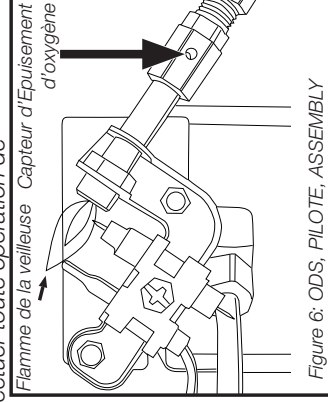

Figure 6: ODS, PILOTE, ASSEMBLY
LES PRECAUTIONS DEVANT ETRE PRISES LORSQUE L'APPAREIL NE DOIT PAS ETRE UTILISE POUR UNE CERTAINE PERIODE: Gardez toujours la zone de l'appareil claire et libre de matériaux combustibles, essence et autres vapeurs et liquides inflammables. Après le refroidissement du réchauffeur du magasin, arrangez-le dans un sac ayant une fermeture à glissière ou tout autre endroit exempt de poussière étanche après chaque utilisation. Gardez les zones de ventilation (fentes dans le bas et le haut à l'avant du réchauffeur) claire à tout moment. Inspectez visuellement et périodiquement la flamme du gaz pilote et le brûleur durant l'utilisation. Cette flamme de veilleuse devrait être de couleur bleue (pas jaune) et se prolonge à un thermocouple et entoure le thermocouple juste en dessous de la borne, voir figure 6. Une légère flamme jaune peut se produire lorsque la flamme de la veilleuse et la flamme principale se rencontrent. Le brûleur doit être de couleur orange vif (avec une légère couleur bleue autour du bord, une brume rouge-orange qui est visible sur la dalle de céramique est acceptable) et sans une flamme visible. Une flamme bleue qui sort au sommet de la dalle de céramique indique une accumulation de poussière, les peluches ou les toiles d'araignée à l'intérieur de l'assemblage du boîtier et l'assemblage du brûleur principal. Si la pilote est jaune ou le brûleur a une Figure 5 : «Relâchez le bouton». Figure 4 : "Adaptateur de Butane" Arbre d'Adaptateur Figure 6 Flamme de la veilleuse Capteur d'Épousement d'oxygène JOINTS D'ETANCHEITE Mr. Heater | Portable Propane and Butane/Propane Mixture Heater 6 Operating Instructions and Owner's Manual flamme visible, le nettoyage peut être nécessaire. Utilisez la procédure suivante pour inspecter l'assemblage de boîtier et l'assemblage du brûleur principal. Il est nécessaire de vérifier périodiquement l'orifice du brûleur et le tube venturi du brûleur pour vous assurer s'il n'y a pas de nids d'insectes ou des toiles d'araignées qui peuvent s'accumuler au fil du temps. Tube. Un tube obstrué peut mener à un incendie.
8. Inspectez et nettoyez la pilote (monté sur support) en utilisant un aspirateur ou en appliquant une pression d'air à travers les trous dans la pilote indiquée par les flèches sur la figure 6.